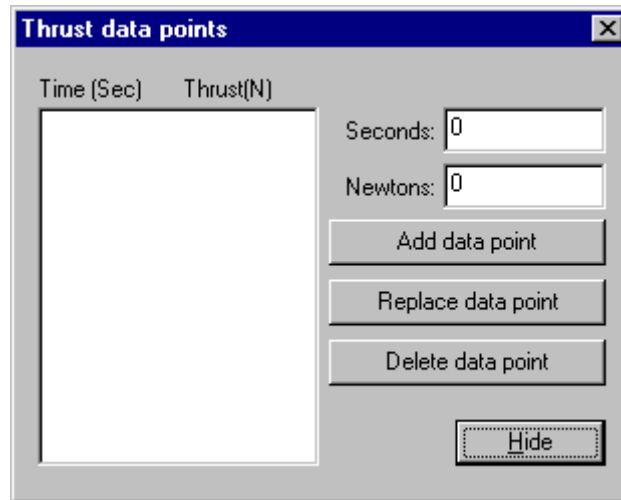

Figura 3. Janela para inserir uma curva de empuxo.
3) Para inserir uma curva de empuxo, selecionar “View, Thrust data list...” no menu principal. Deverá surgir a janela mostrada na Figura 3.